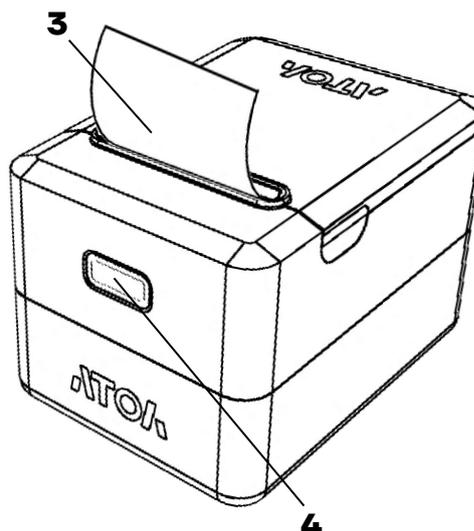

Рисунок 6. ЧЛ установлена, свободный конец ленты в проеме крышки
- 4 Закрывать крышку так, чтобы свободный край ЧЛ 3 попал в проем крышки (рисунок 6).